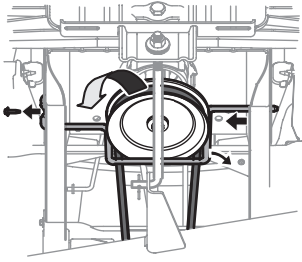

Figure 38
5. Retirez le boulon fixant la tige de retenue de la poulie du moteur au châssis (Figure 38).